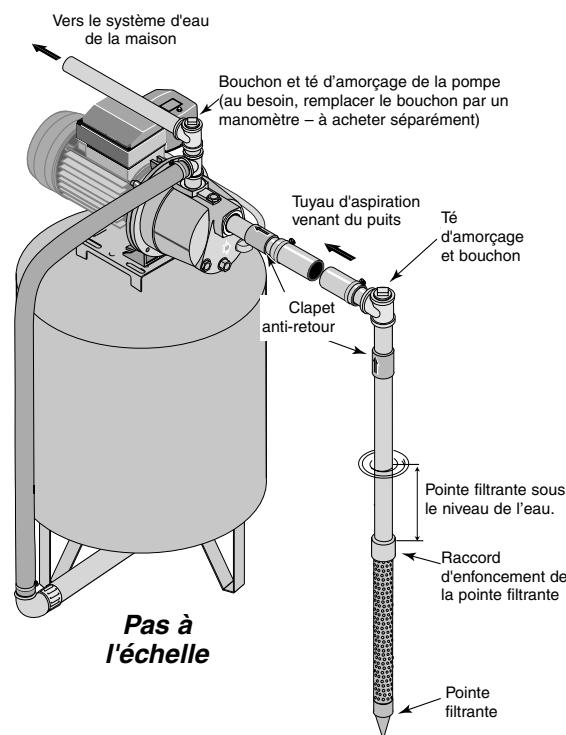

Figure 1: Installation avec une pointe filtrante
INSTALLATION DE LA POINTE FILTRANTE (FIGURE 1)
- Utiliser le moins possible de raccords (en particulier des coudes) lorsque l'on branche la tuyauterie de la pointe filtrante sur l'orifice d'aspiration de la pompe. Le diamètre du tuyau d'aspiration doit être au moins aussi grand que le diamètre de l'orifice d'aspiration de la pompe (y compris le clapet anti-retour si la pompe n'en comporte pas un - voir la Figure 1). Supporter le tuyau de façon qu'il ne soit pas cintré afin qu'il n'exerce pas de contraintes sur le corps de la pompe; de plus, il doit être légèrement incliné vers le haut, du puits jusqu'à la pompe (les points hauts risquent de causer des poches et des bouchons d'air dans la pompe). Rendre étanches les raccords du tuyau d'aspiration avec du ruban téflon ou une pâte pour raccords filetés à base de téflon. Les raccords doivent être étanches à l'air et à l'eau. **Si le tuyau d'aspiration aspire de l'air, la pompe ne pompera pas l'eau du puits.** Si une pointe filtrante ne fournit pas suffisamment d'eau, considérer brancher deux ou trois pointes filtrantes sur un même tuyau d'aspiration.